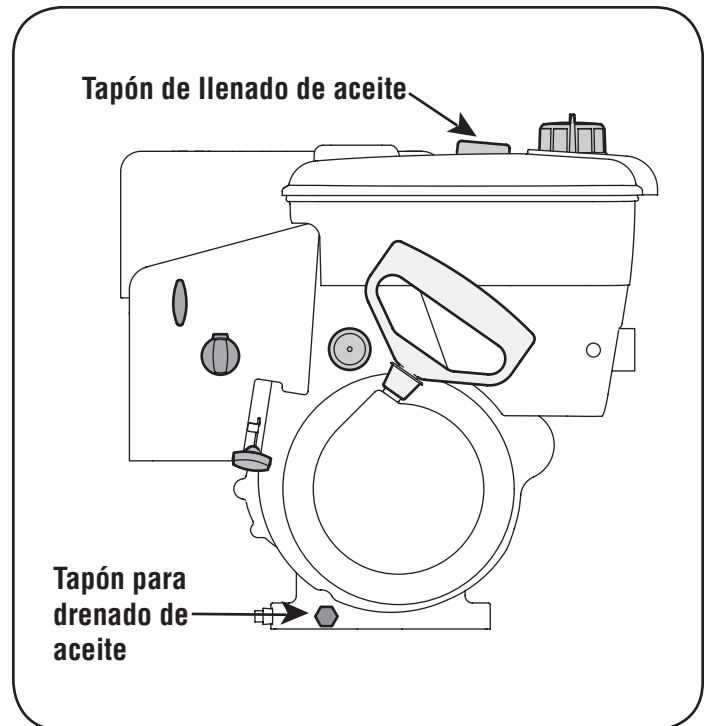

Figura 13
- Cambie el aceite después de las dos (2) primeras horas de operación y después de cada 25 horas de operación.
1. Localice el tapón de drenaje del aceite. Vea la figura 13.